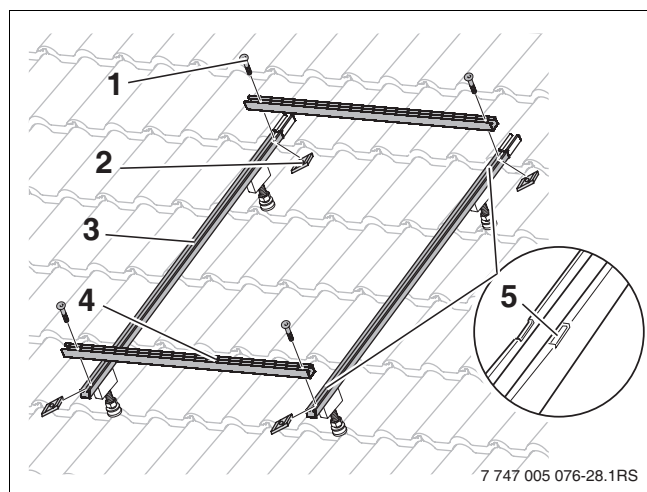

Fig. 42 Fixer le rail profilé TP/CT au rail profilé-capteur
- Insérer la vis (→ fig. 42, [1]) dans le trou long du rail profilé TP/CT [4] puis visser le coulisseau sans serrer jusqu'à sentir une légère résistance.
- Insérer les rails profilés TP/CT (→ fig. 42, [4]) dans les encoches [5] dans le rail profilé-capteur [3] et centrer.
- Insérer le coulisseau (→ fig. 42, [2]) dans le rail profilé-capteur [3] et serrer la vis.